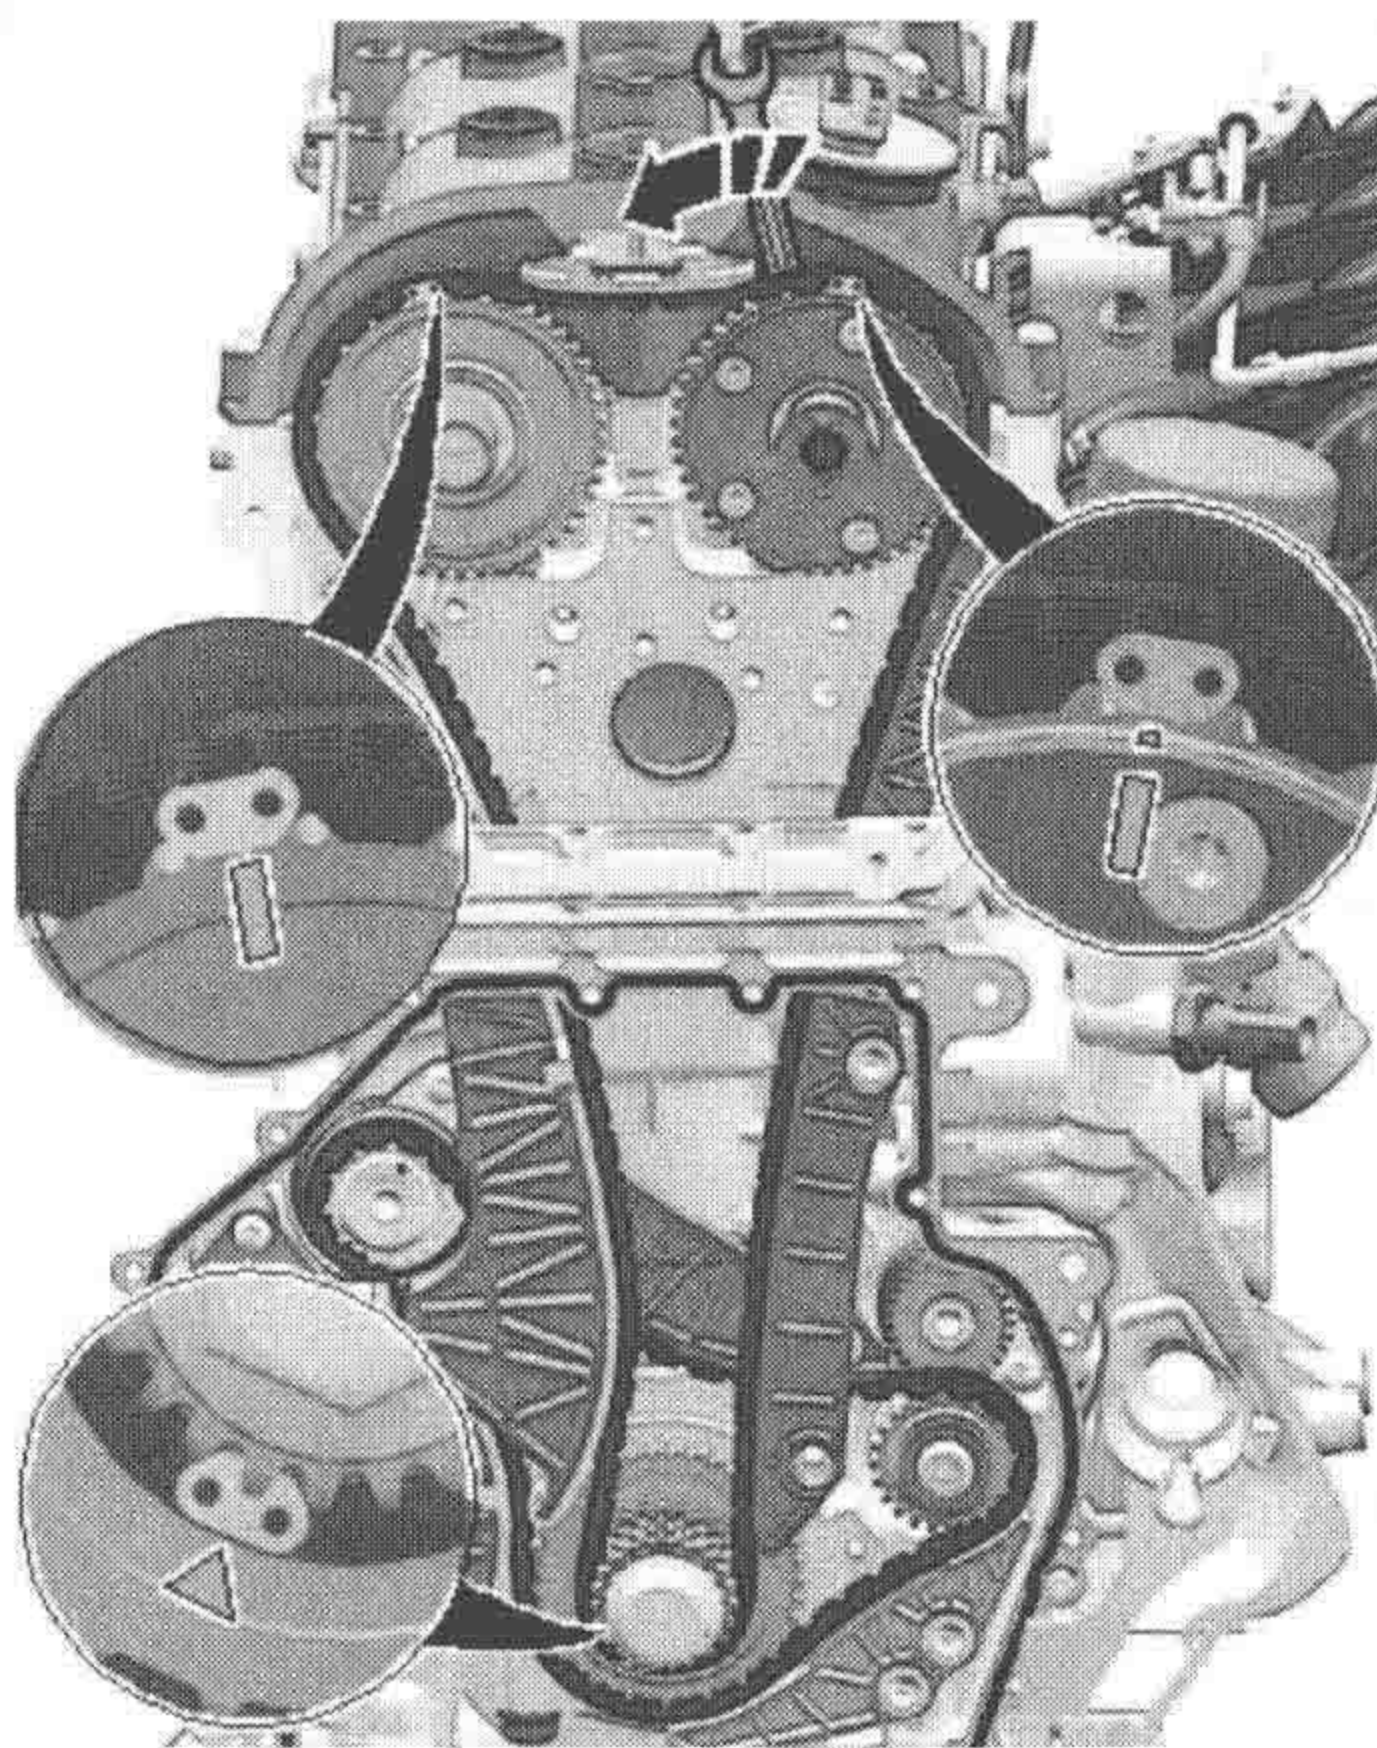

图 1-1-10
(8) 将凸轮轴正时链置于排气凸轮轴链轮上，并将凸轮轴正时链的彩色链节与链轮的标记对齐（图 1-1-10）。